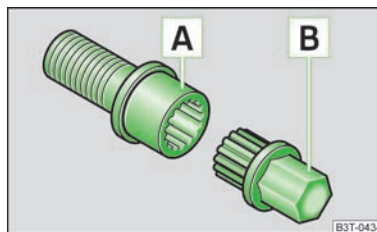

Fig. 161
- Introducir el adaptador **B** con su lado dentado hasta el tope, de tal modo en el dentado interior del tornillo de seguridad para ruedas **A**, que ya sólo sobresalga el hexágono exterior » **fig. 161**.